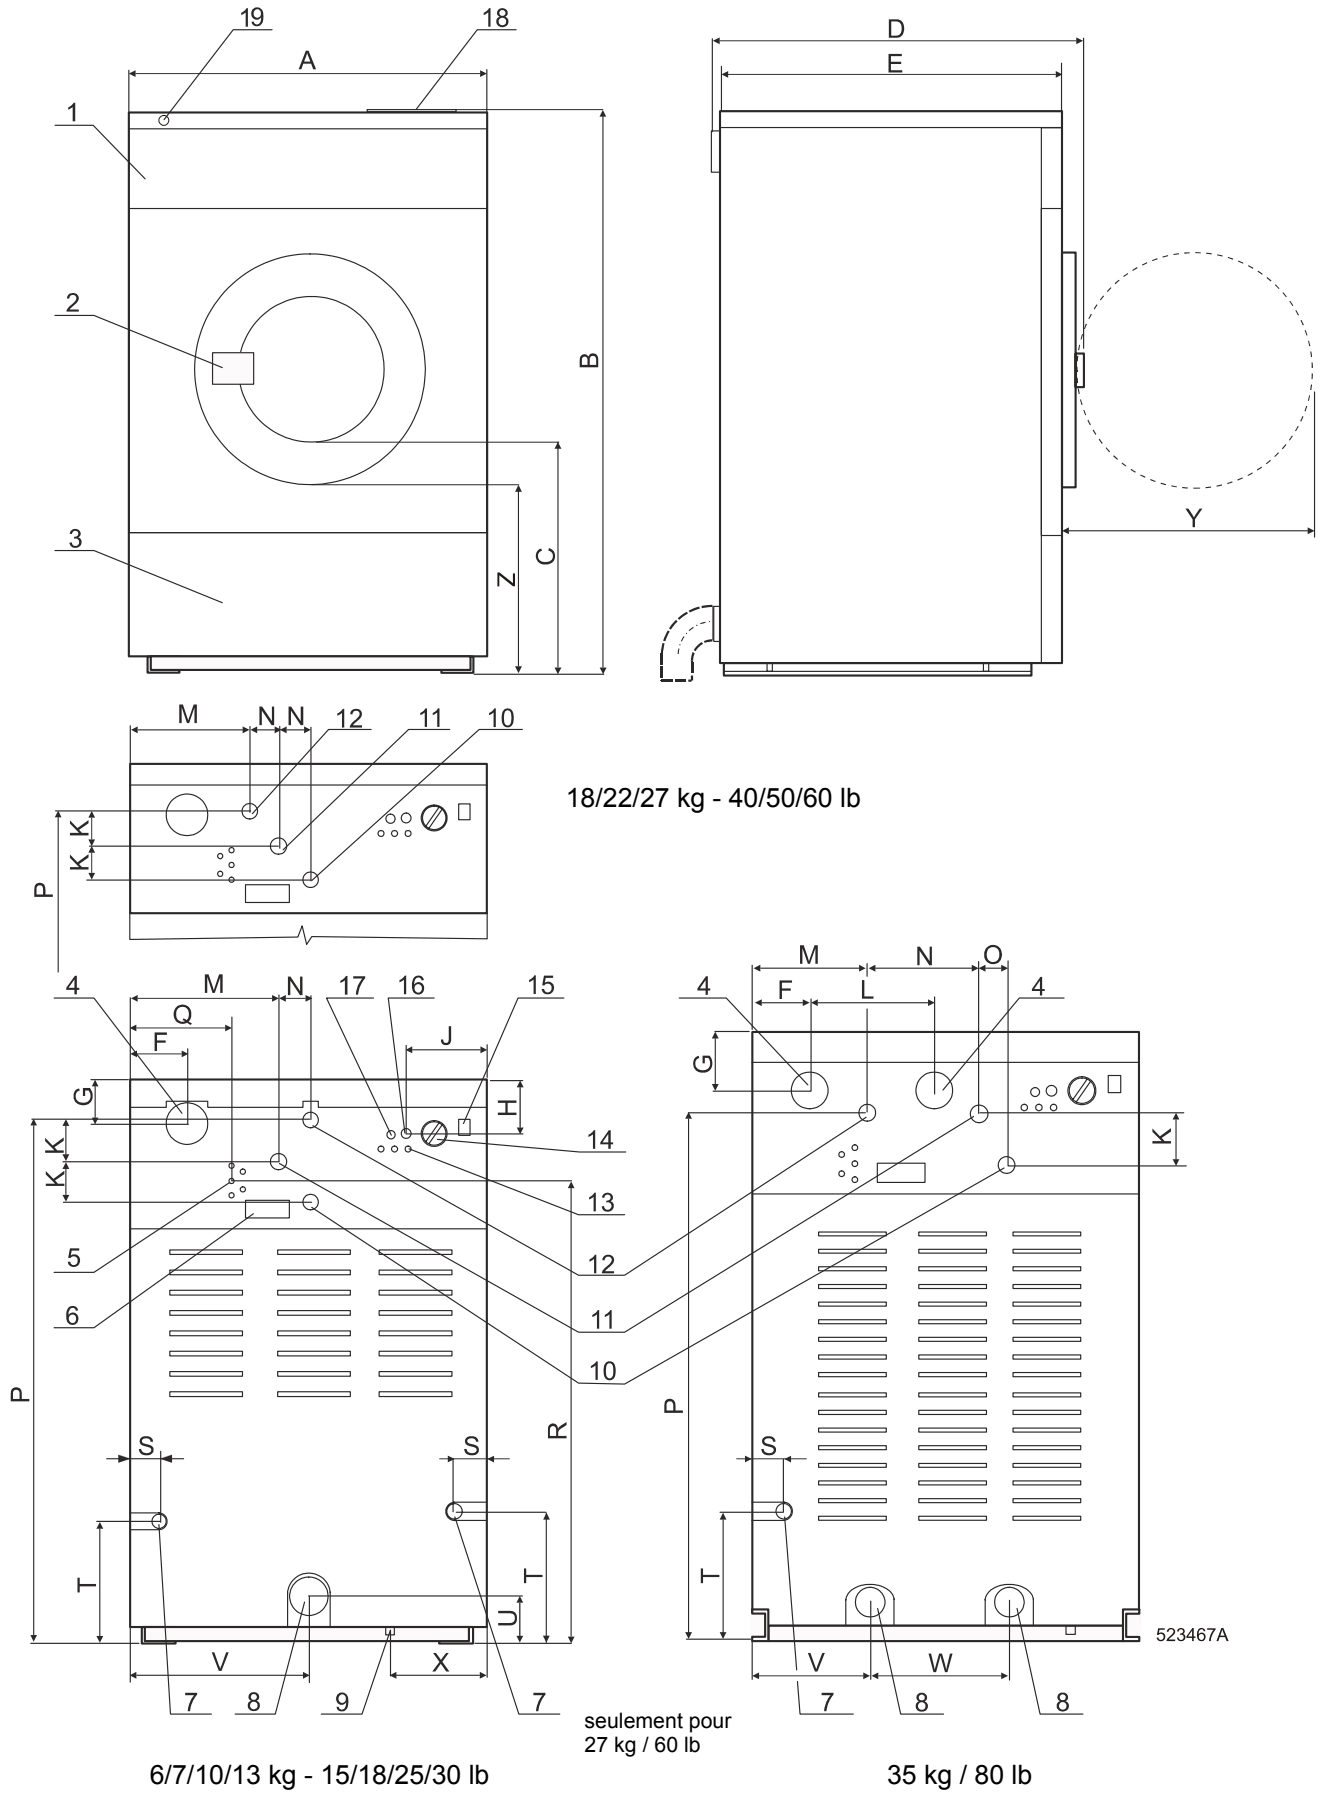

Fig. 3.3.
- Ce manuel contient des informations pour toute une gamme de machines sans ressorts, des types destinés à une charge de linge sec de 6, 7, 10, 13, 18, 22, 27 et 35kg (15, 18, 25, 30, 40, 50, 60 et 80 lb). Vérifiez d'après votre commande et sur la plaque de fabrication située sur la partie arrière de la machine, figure 3.3., position 6, le modèle de votre machine et recherchez les informations correspondantes dans le manuel.
- Le réglage électrique de la machine est indiqué sur l'étiquette de fabrication (voir étiquette de fabrication, figure 3.3., position 6).